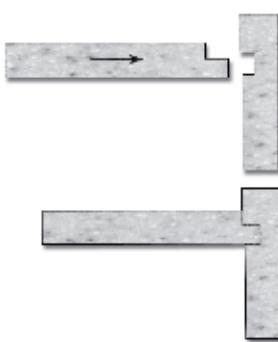

Fig. 6
- 13.14 Pour créer un bord en forme de « chute d'eau », coupez le bord de la plaque du haut et faire une encoche dans le bord. **Fig. 6.**